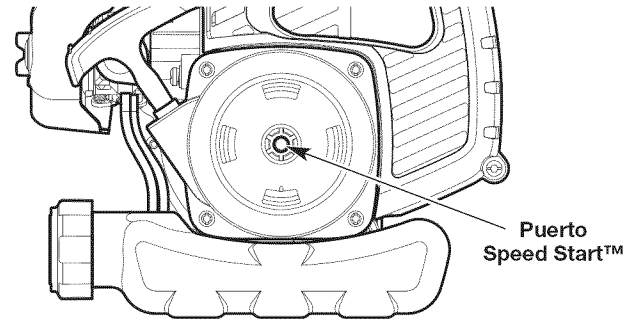

Fig. 12
6. **NO** apriete el control del acelerador. Coloque el accesorio Speed Start™ en el puerto Speed Start™ (Fig. 12). Consulte la sección *Operación* del manual del operador del accesorio Speed Start™.